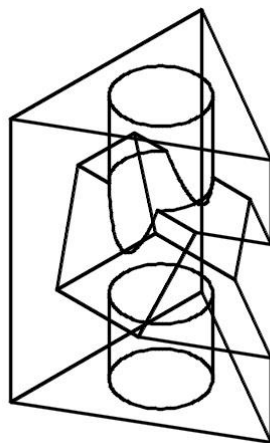

Рис. 6. 3D-модель призмы с вырезами (пример индивидуального варианта)
- 2) самостоятельно создать твердотельную модель призмы с вырезами (согласно индивидуальному варианту табл. 1,2) – рис. 6.